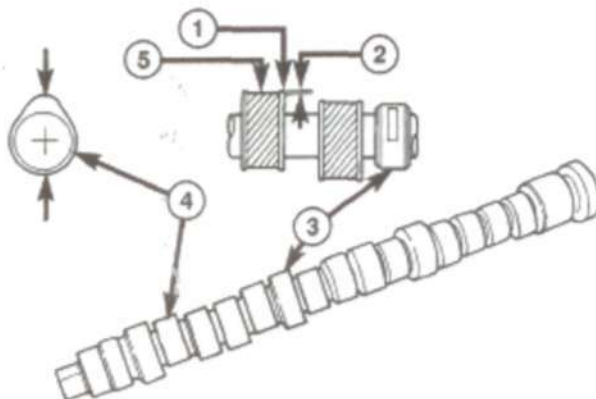

Рис. 19 Проверка износа распредвала.
- (1) Осмотреть шейки распредвала, убедиться в отсутствии повреждений и мест заедания (Рис. 19). Если шейки заедают, проверить отсутствие повреждений головки блока. Также проверить масляные отверстия головки блока, убедиться в отсутствии засорения.
- (2) Проверить выступы кулачков и опорные поверхности, убедиться в отсутствии чрезмерного износа и повреждений. Заменить поврежденный распредвал.
- (3) Замерить фактический износ эксцентрика (неизношенный участок – участок износа = фактический износ) (Рис. 19), при превышении значения износа – заменить распредвал.